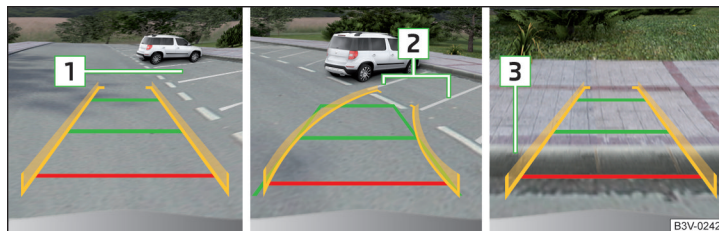

Fig. 267 Visualización de la pantalla
- Desplazarse lentamente por la plaza de aparcamiento **1** » fig. 267 y parar el vehículo.